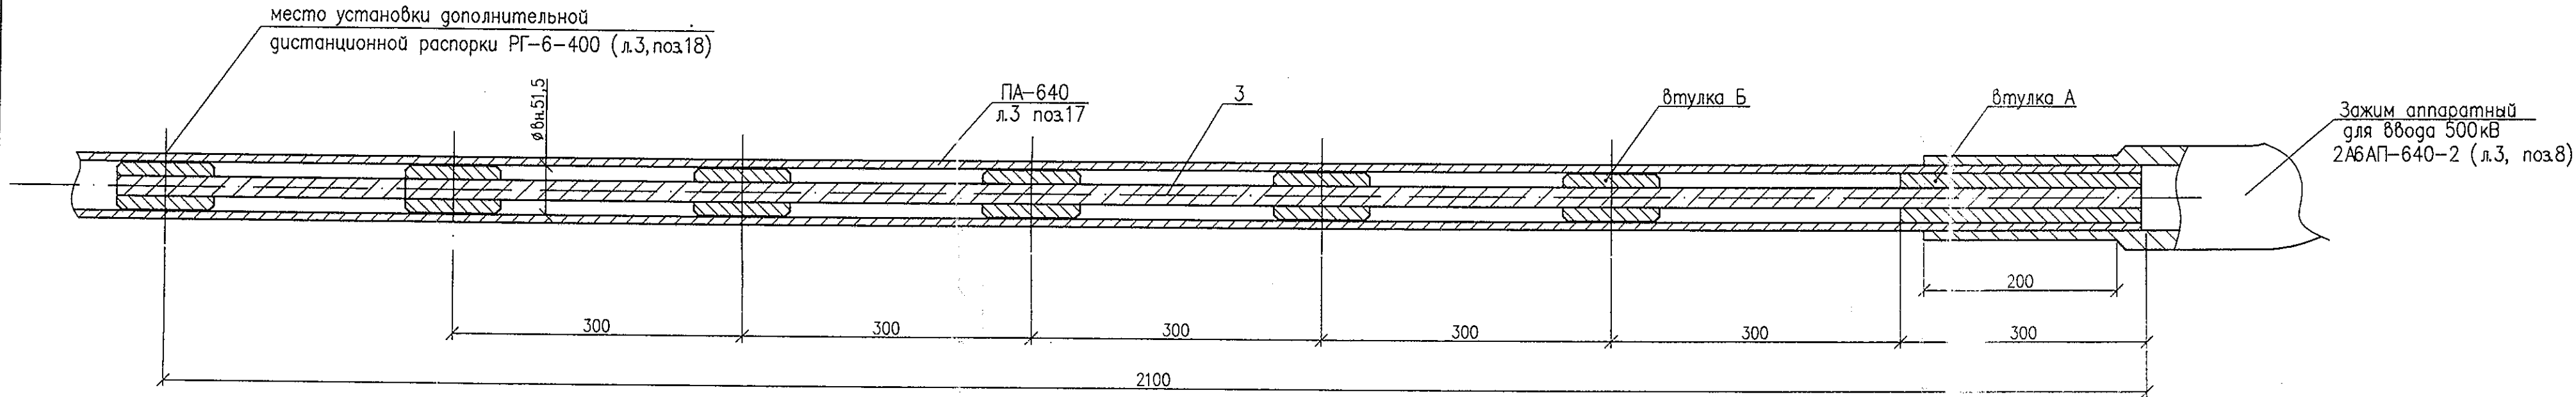

Рис.1. Втулка А
- Из зажимов (поз. 1) изготовить втулки А (см. рис.1) в количестве 6шт. Указанные в скобках размеры на рис. 1 и 2 — после опрессовки втулок.